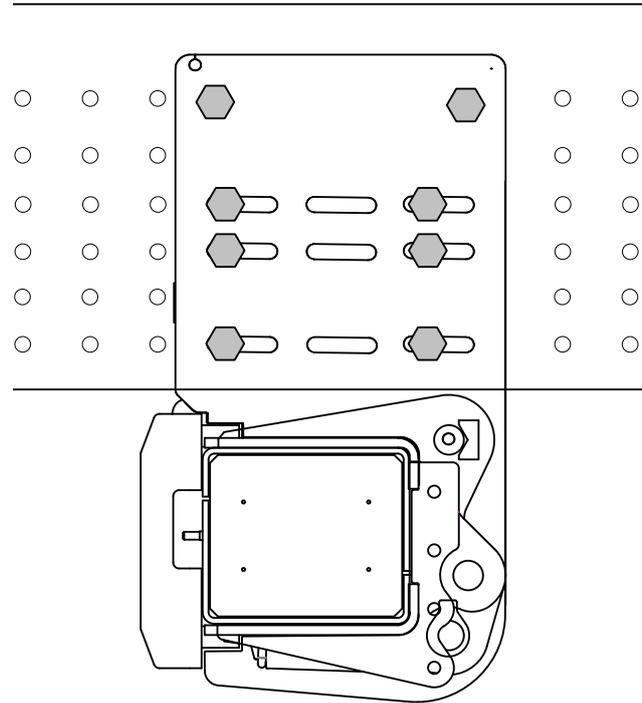

Abbildung 32. Montage der Rahmenhalterung am Fahrzeugrahmen mit vorgebohrten Löchern
15. Die Halterungen an der Außenseite des Fahrzeugrahmens anschrauben. Mindestens 6 Schrauben in die Langlöcher schrauben. Passende Schrauben verwenden (Festigkeit entsprechend M14 10.9 oder höher) und die dazugehörige Unterlegscheibe und Mutter auf der Innenseite des Fahrzeugrahmens aufschrauben. Die Schrauben montieren, aber nicht fest anziehen. Siehe Abbildung 32.
18. Jeweils in die zwei oberen Rundbohrungen der Halterung Löcher für die Befestigungsschrauben bohren. Passende Schrauben verwenden (Festigkeit entsprechend M14 10.9 oder höher) und die dazugehörige Unterlegscheibe und Mutter auf der Innenseite des Fahrzeugrahmens aufschrauben. Siehe Abbildung 32. Die Schrauben mit einem Drehmomentschlüssel anziehen. **Anzugsdrehmoment: Standard für gewählte Schraube.**